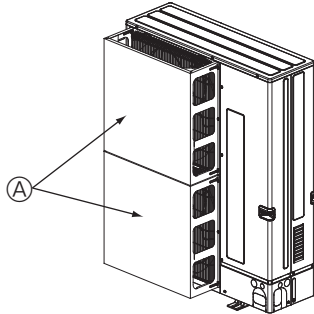

Fig. 2-5
- 2 Τοποθετήστε έναν προαιρετικό οδηγό αέρα, αν πρόκειται να εγκαταστήσετε τη μονάδα σε σημεία όπου υπάρχει το ανεχόμενο να φυσούν απευθείας στο στόμιο εξαγωγής του αέρα πολύ δυνατοί άνεμοι κτλ. (Fig. 2-5)